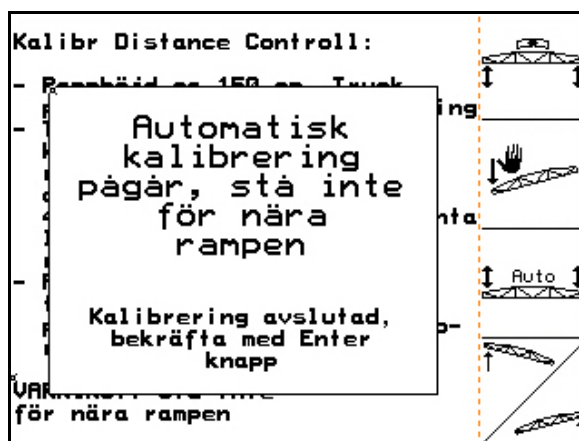

Bild 33
- När den automatiska kalibreringen är avslutad visas detta av datorn (Bild 33).